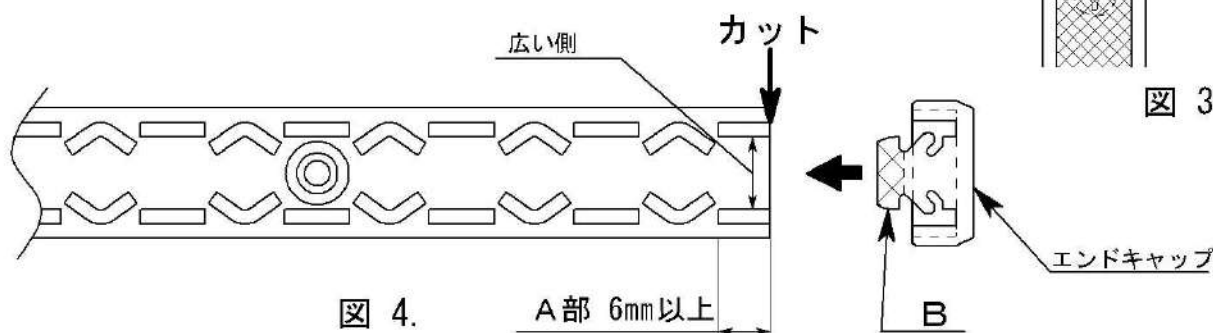

図 4.
*柱本体をカット（現場加工）をしてご使用になられる場合、柱裏面のA部寸法を6mm以上残してカットし、状況に応じてエンドキャップ（オプション）のB部をハサミ等でカットをして取付けてください。(図4.)